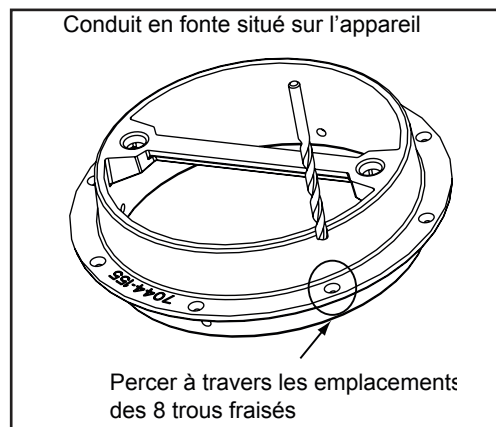

Figure 17.2
1. Enlevez la buse en fonte de l'appareil et tournez-la sens dessus dessous. Percez à travers les 8 emplacements fraisés en utilisant la mèche n° 7. **Figure 17.2**.